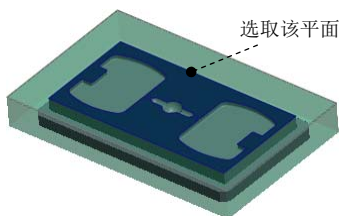

图 10.4.13 选择深度参考面
(4) 定义窗口深度。在“铣削窗口”操控板中单击 **深度** 按钮, 在弹出的界面中选中 ☒ **指定深度** 复选框, 在 **深度选项** 下拉列表中选择  **到选定项** 选项, 选取图 10.4.13 所示的模型平面为深度参考平面。